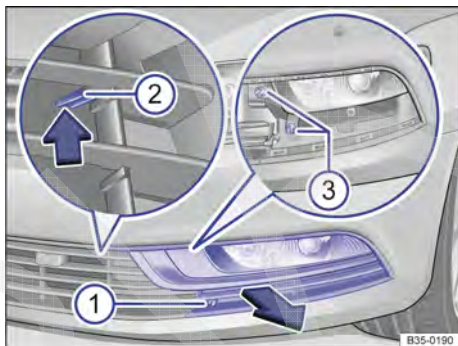

Fig. 204 No para-choque dianteiro à esquerda: farol de neblina.
Com a chave de fenda das ferramentas de bordo → Página 268, desaparafusar o parafuso de fixação → Fig. 204 ①.
2. Pressionar a lingueta ② no sentido da seta para cima, para soltar o encaixe.
3. Puxar a cobertura → Fig. 204 para frente no sentido da seta, para fora do para-choque. ▶
- Colocar a tomada ④ na lâmpada incandescente, até que ela se trave de maneira audível.
- Instalar os parafusos de fixação → Fig. 204 ③.
- Colocar a cobertura contra o sentido da seta → Fig. 204 no para-choque. Para tanto a lingueta ② deve encaixar.
- Instalar os parafusos de fixação ①.